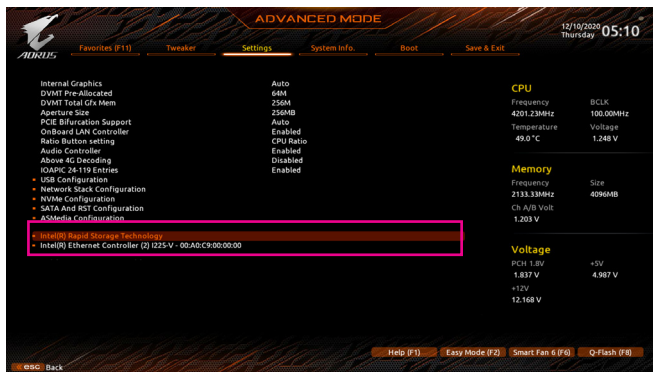

图2
重新开机后，请进入BIOS程序设置画面，再进入「Settings\IO Ports\Intel(R) Rapid Storage Technology」子选单(图2)。